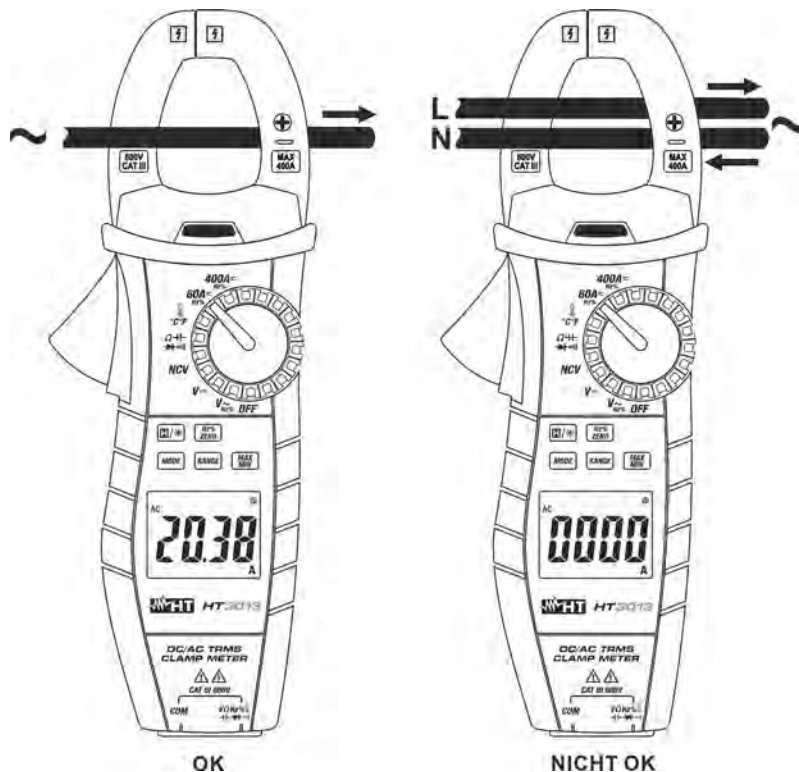

Abb. 11: Verwendung der Zange für Wechselstrommessung
6. **Im DC Modus** bedeutet das "-" Symbol im Display, dass die Stromzange gedreht werden muss (siehe Abb. 11). Folgen Sie dem Polaritätspfeil auf der Geräteseite (siehe Abb. 1 - Teil 13)